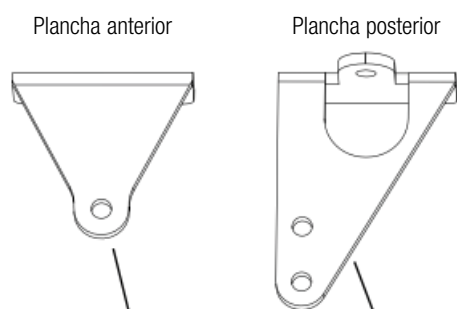
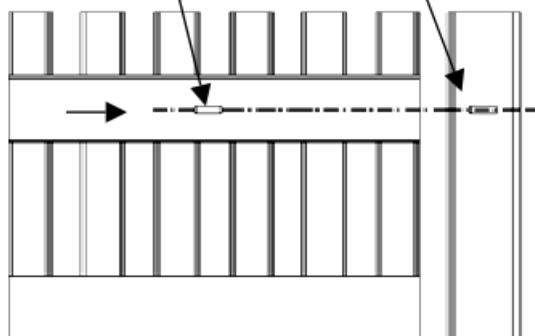

FIG. 4
FIG. 5
Fijar la plancha posterior a la columna (Fig. 4), respetando las medidas establecidas.
**CUIDADO:** En determinar la altura desde tierra a la cual fijar la plancha en la columna (Fig. 4), tener presente que la plancha para el anclaje del pistón en la cancela debe ser fijar al mismo nivel (Fig. 5).